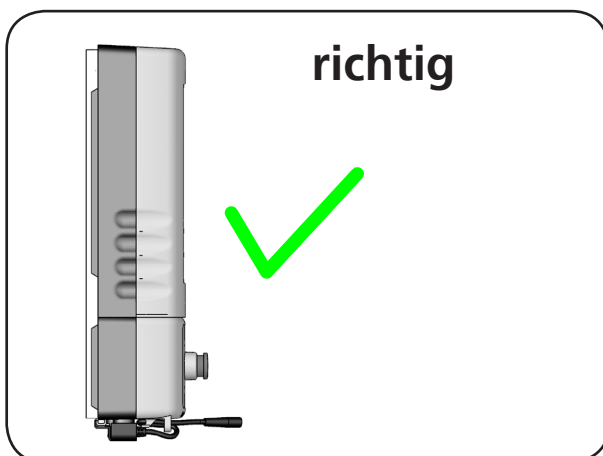

Abbildung 21
3. Zum Einsetzen verfahren Sie in der umgekehrten Reihenfolge. Achten Sie darauf, dass der Entriegelungshebel in der Montageschiene einrastet und der Akku-Pack an der Montageschiene fest anliegt (Abbildung 21).